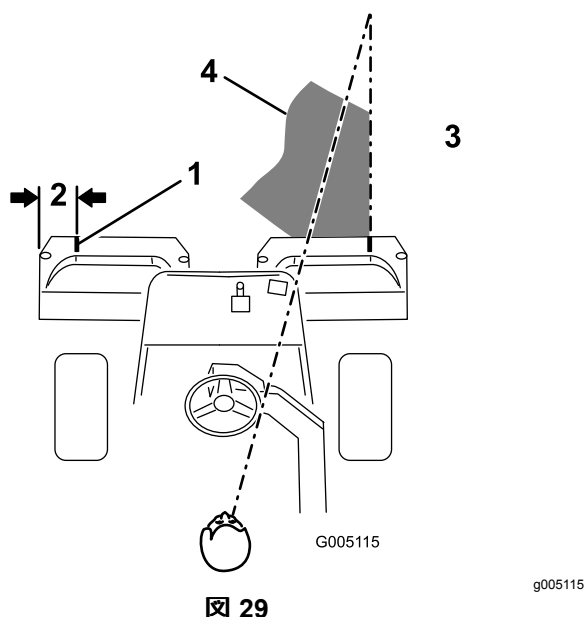
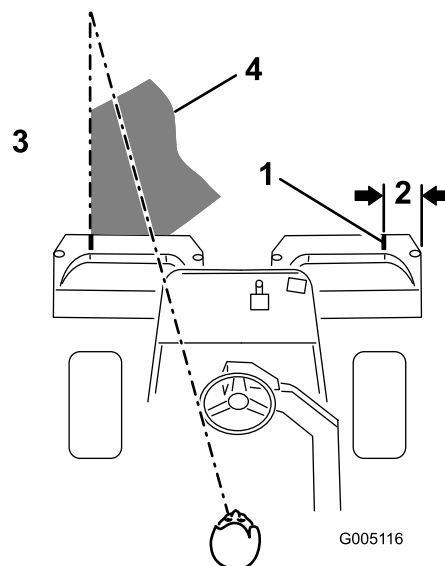

図 29
図 30
2. その位置に白色テープか白ペンキで集草箱の縁と平行に目印を入れる 図 29。
んでいる列にラインを合わせるようにするのがコツです(図 29および図 30)。ハンドルを目印にして距離を合わせても良いでしょう。その場合、ハンドルの縁と本機前方の目標ラインとを重ねて見ながら運転します(図 29と図 30)。